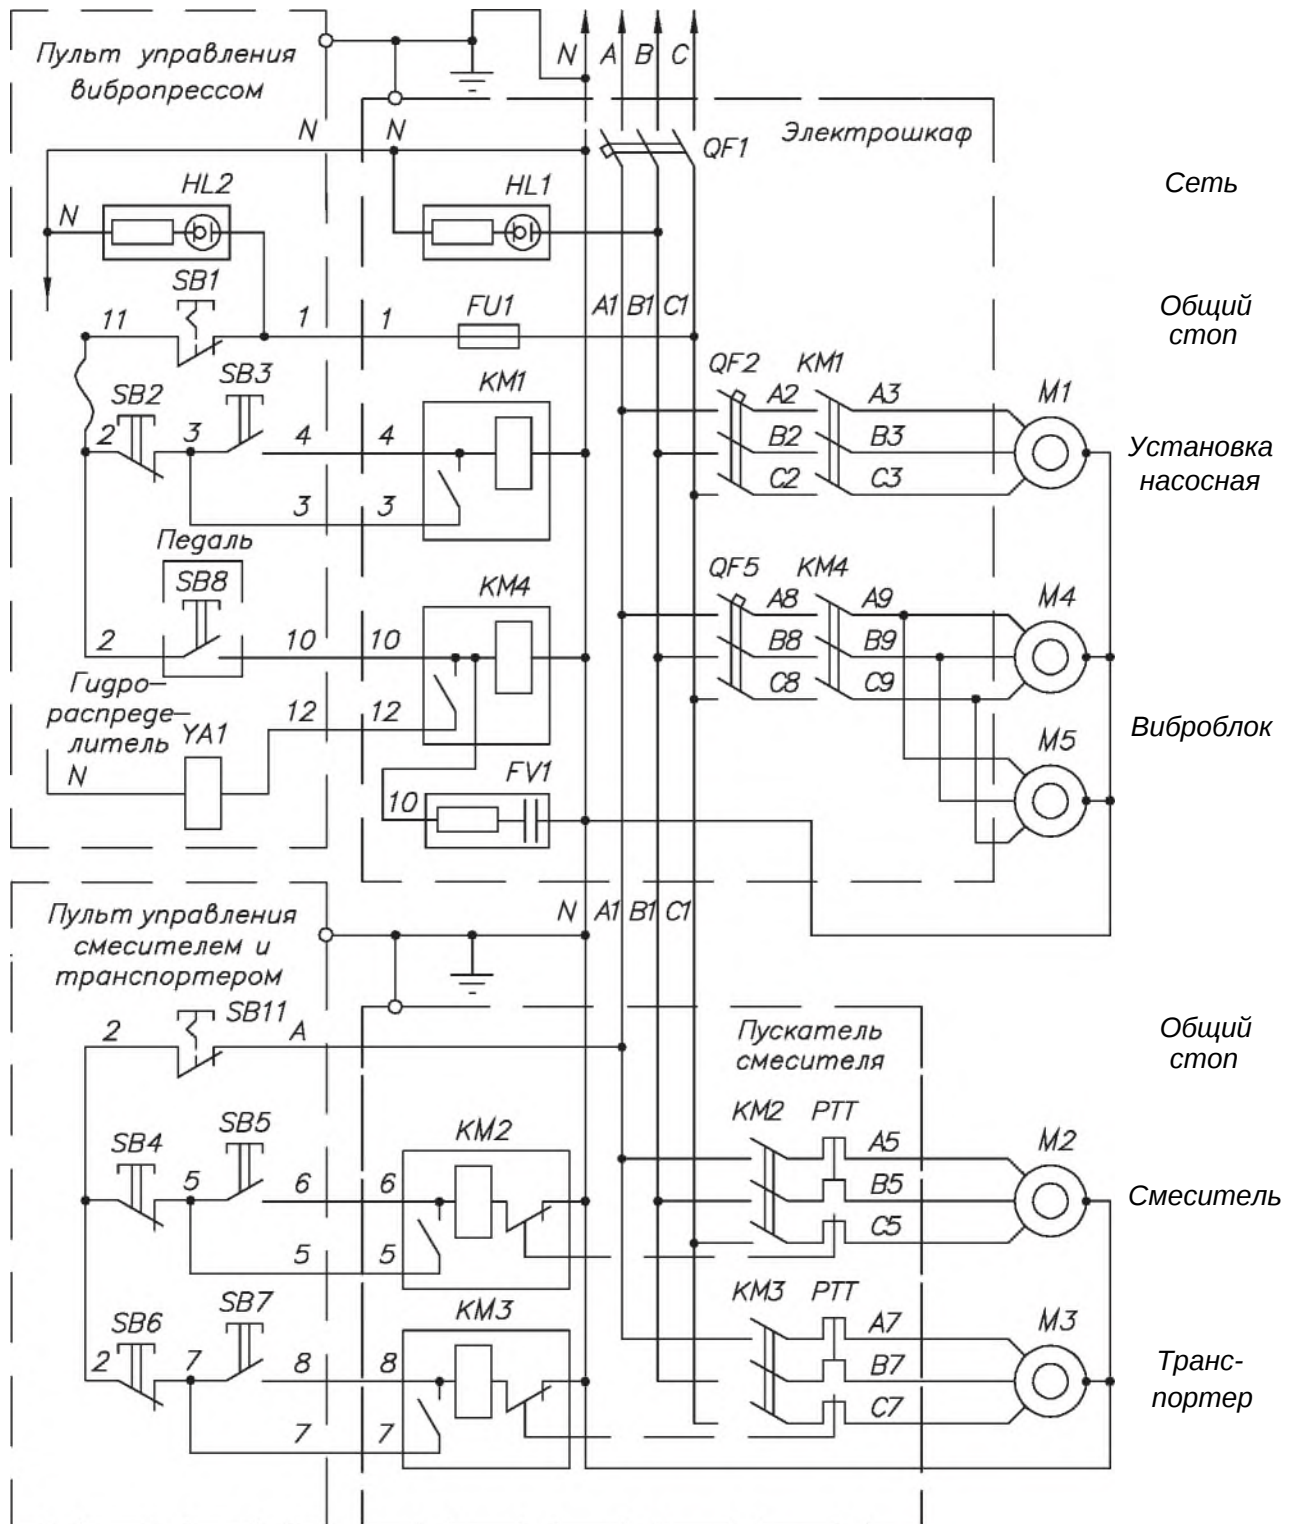
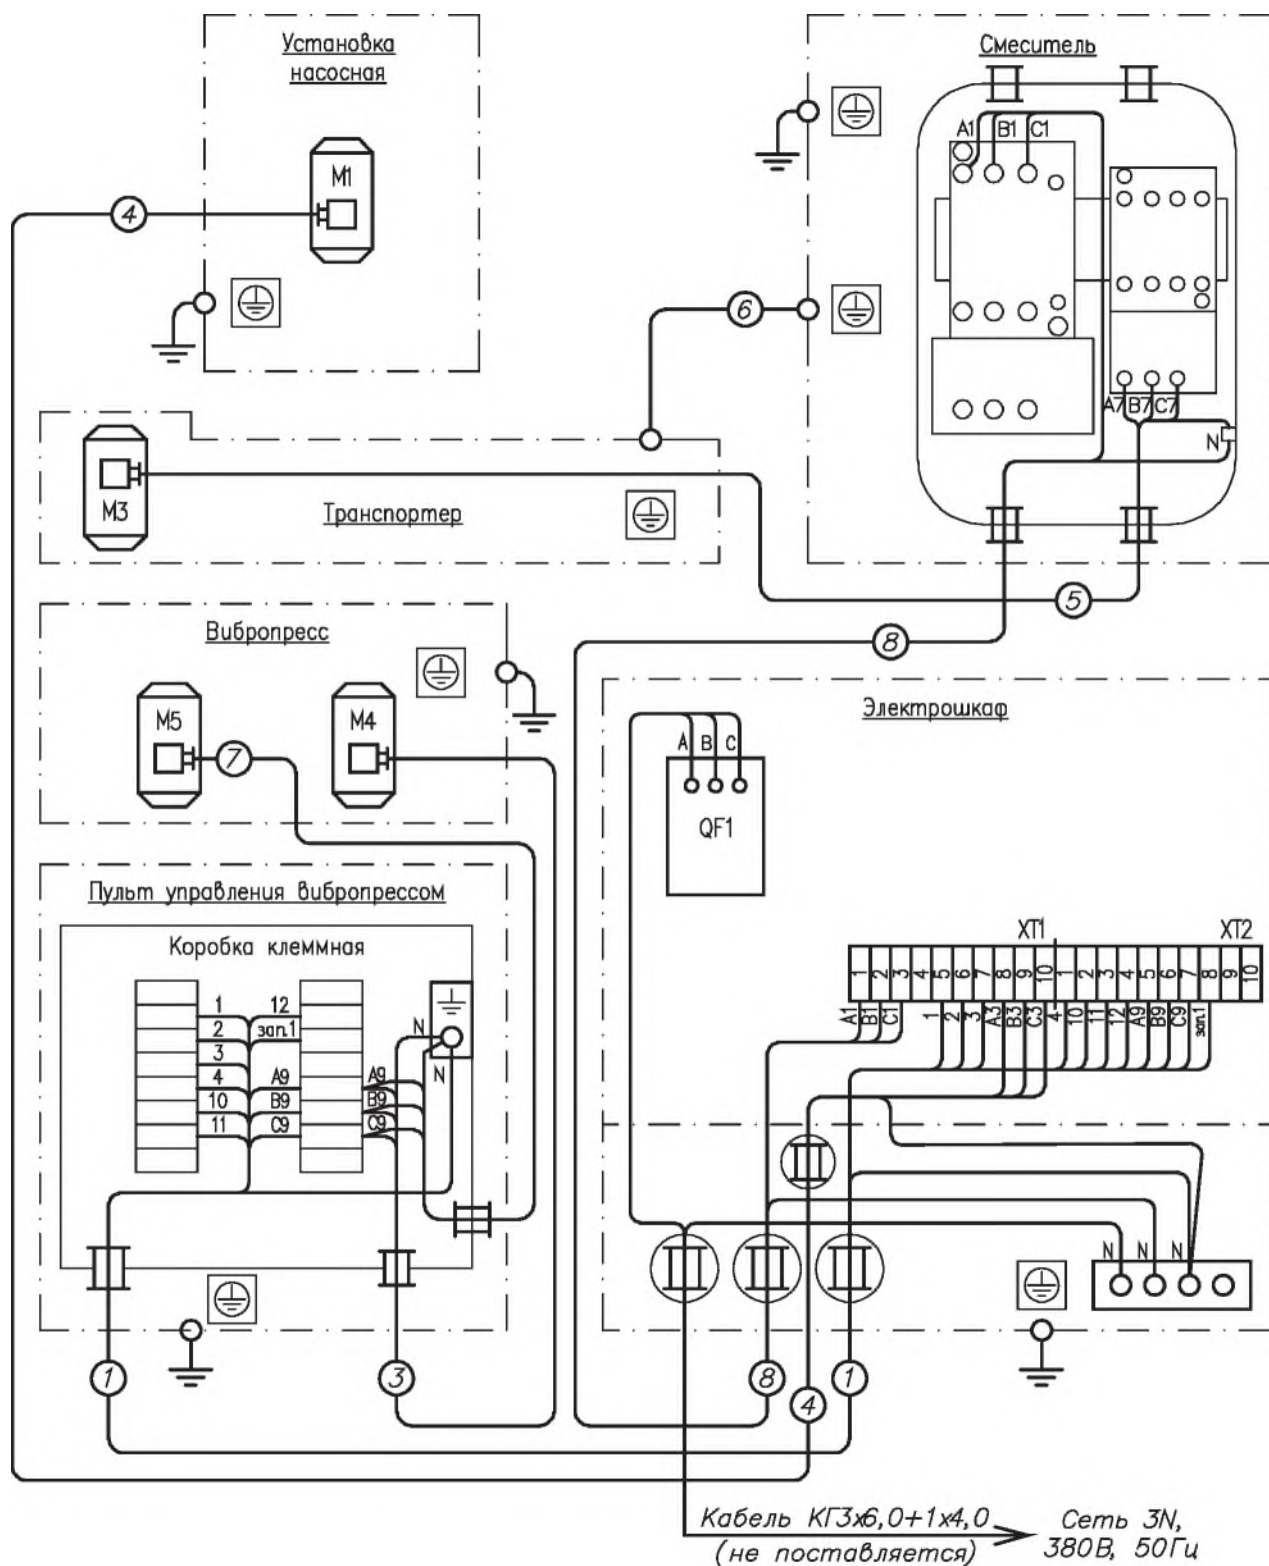

Рис. 11. Схема электрическая принципиальная.
Рис. 12. Схема электрическая подключений
Схема электрическая принципиальная линии приведена на рис.11, схема электрическая подключения - на рис.12.
В состав электрооборудования линии входят (рис. 11):
Внутри пульта смонтирована кнопка включения электродвигателя виброблока и электромагнита гидрораспределителя ВЕ10.573, которая приводится в действие педалью 9. При нажатии педали электродвигатель М4 виброблока и катушка электромагнита гидрораспределителя подключаются к сети через контакты пускателя КМ4 (см. рис. 11), при отпускании педали происходит отключение электродвигателя и электромагнита.
2.9. Элементы линии и узлы электрооборудования должны быть надежно заземлены в соответствии со схемой электрической подключения (рис.12). При эксплуатации следует соблюдать общие правила электробезопасности для установок с напряжением до 1000 В.